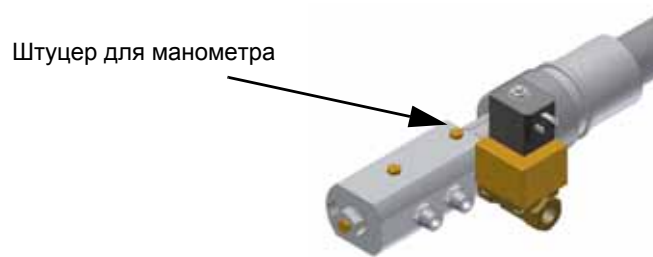

Рис. 13
- 1). установить манометр, входящий в поставку, как указано на Рис. 13.